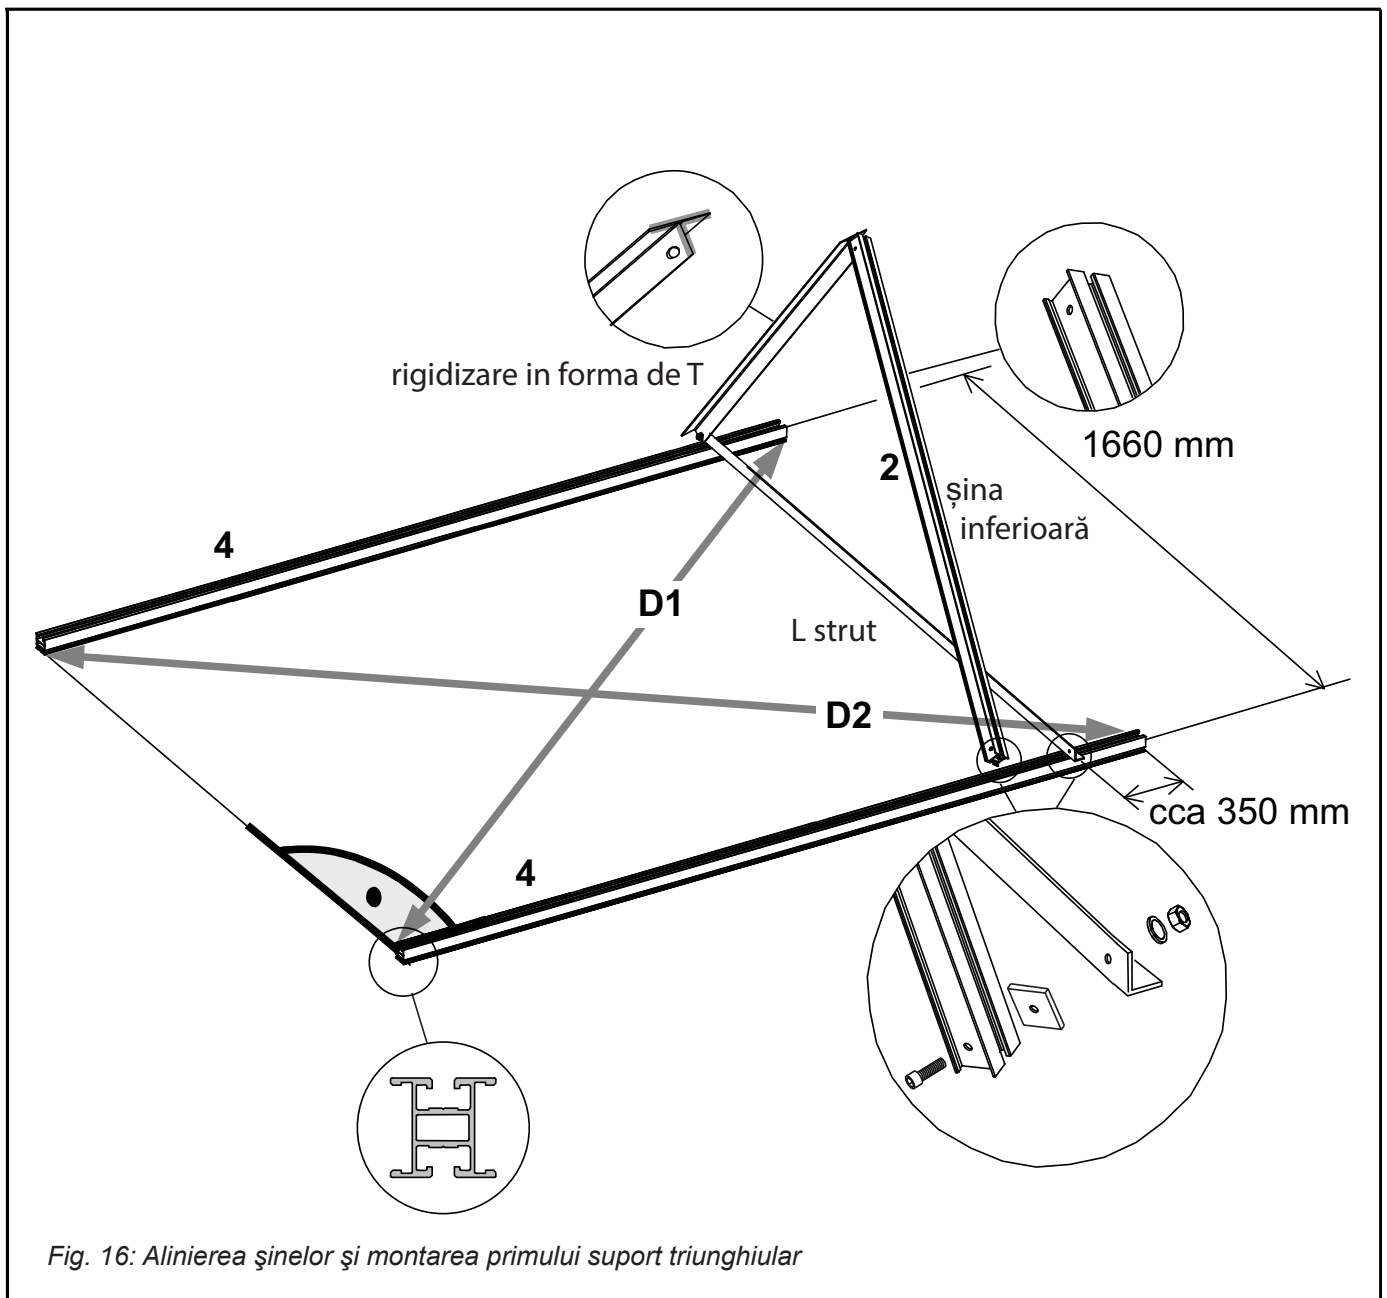

Fig. 16: Alinierea șinelor și montarea primului suport triunghiular
- Diagonala dintre șine trebuie să aibă aceeași lungime  $D1 = D2$  (Fig. 16)